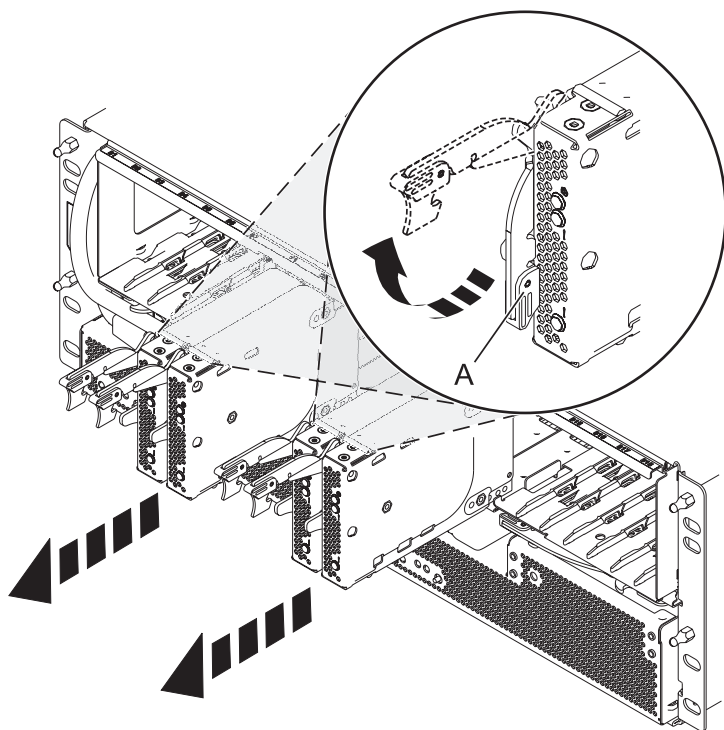

Figura 86. Extracció de la targeta de ports de la placa posterior
5. Traieu les targetes de port i els panells de reblliment com es mostra a la Figura 86 a la pàgina 116.
- a. Agafeu l'extrem de la nansa de tancament (A) i estireu-la en direcció al cos per desbloquejar la targeta de ports.